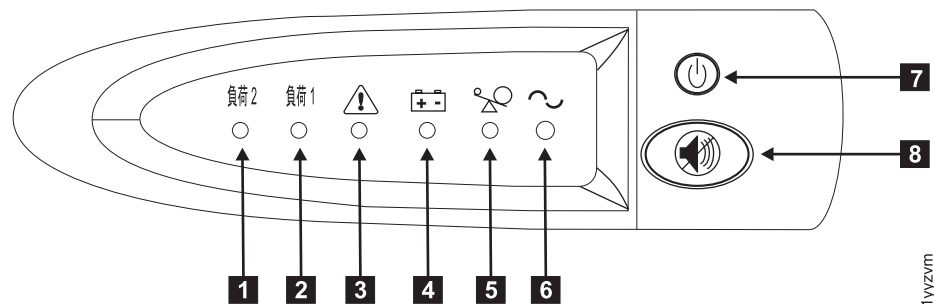

図 16. 2145 UPS-1Uのフロント・パネル・アセンブリー
8. オン/オフ・ボタン (図 16 の **7**) を約 5 秒間押したままにします。オン/オフ・ボタンを押すのに、先が尖った道具 (ねじ回しなど) を使用する必要があります。2145 UPS-1Uが自己診断テストを行う間、フロント・パネル・インディケータは始動シーケンスを循環します。